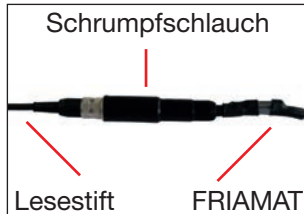

Abb. 1
- Schrupfschlauch (Abb. 1) vorsichtig von Lesestiftadapter (grau) und den beiden Steckerkupplungen (Lesestiftleitung und FRIAMAT Datenleitung) entfernen.